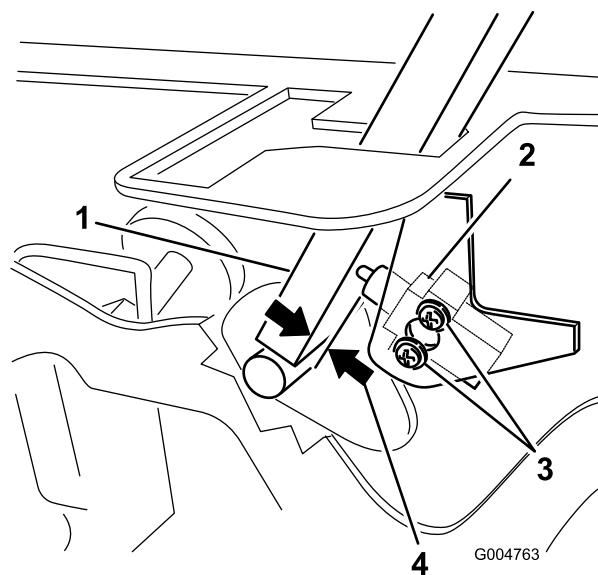

図 47
3. インタロックスイッチを固定しているねじ2本を取り外す(図 47)。
4. コントロールレバーをフレームに押し付けた状態でスイッチをレバーの方へ移動させて、図 47のようにレバーとスイッチボディとの距離を 0.4-1 mm に調整する。